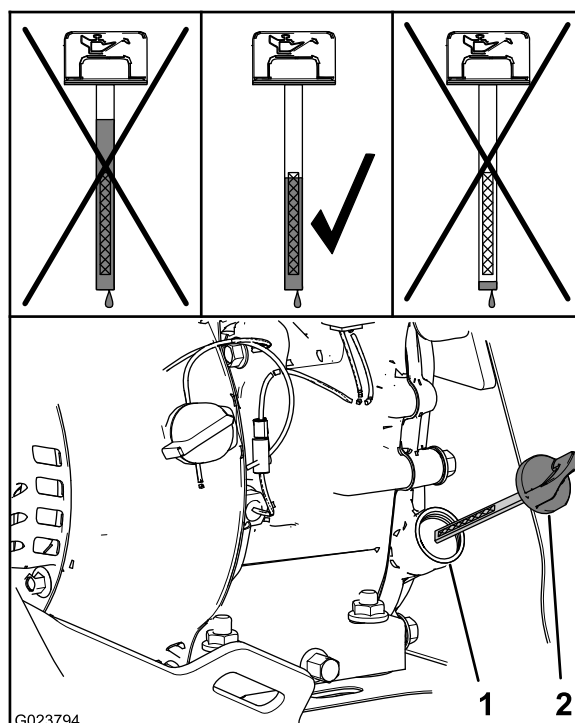

Рисунок 25
2. Извлеките масломерный шуп и проверьте уровень масла (Рисунок 25).
Примечание: Уровень масла должен доходить до верхней отметки на шупе (Рисунок 25).
- A. Залейте масло указанного типа в заливную горловину (Рисунок 25).